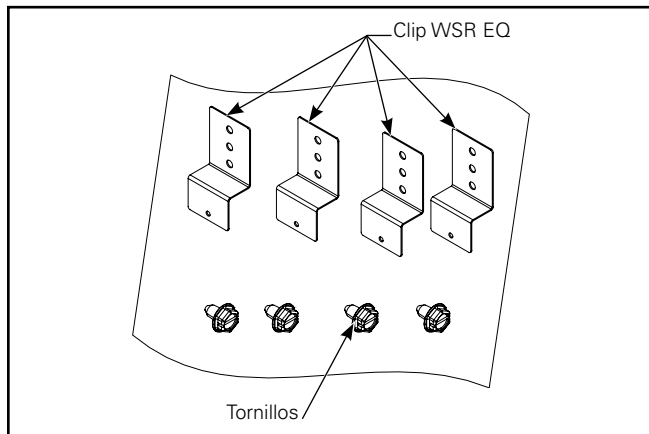

Figura 2.
3. Ensamble el clip WSR EQ con los tornillos provistos en la bolsa de polietileno (Figura 2).